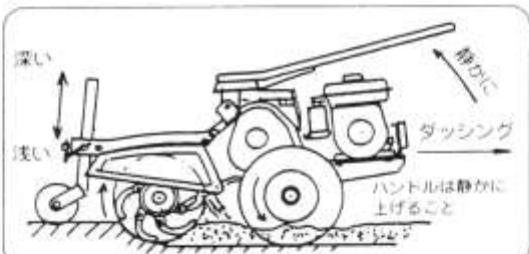

図27
- ①前輪の上下によって作業深さが変わります。
- ②ロータリー側を下げる時はハンドルを静かに上げてください。硬い圃場で急にハンドルを上げるとロータリー爪の反力で機体が押し戻されかけがをする恐れがあり危険です。（図27）